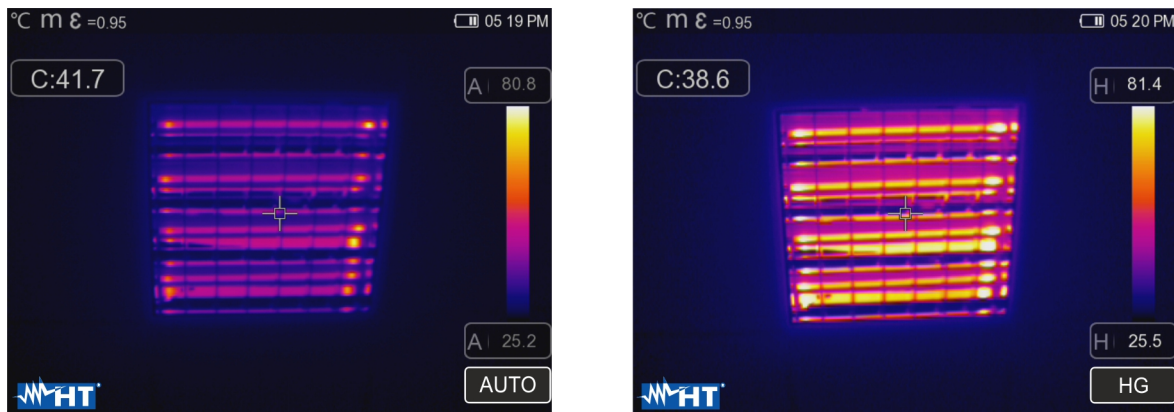

Fig. 42: Impostazione modi Automatico e Istogramma
- Modo **Istogramma (HG)** → i livelli minimo e massimo di temperatura dell'oggetto inquadrato a display sono sempre definiti automaticamente, come nel modo Auto, da parte dello strumento ma in tal caso sono messi in particolare risalto le zone dell'immagine in cui i valori delle temperature sono molto diverse da quelli delle zone adiacenti. La relazione tra la temperatura e il colore della tavolozza è **non lineare** in base ad un algoritmo a istogramma. Questo modo enfatizza la visualizzazione dell'immagine in ambienti di lavoro molto scuri
1. Premere il tasto oppure toccare l'icona "AUTO" presente nella parte bassa destra del display. Le videate di Fig. 42 mostrano le selezioni dei modi "AUTO" e "HG"